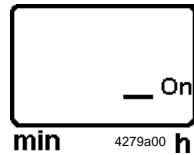
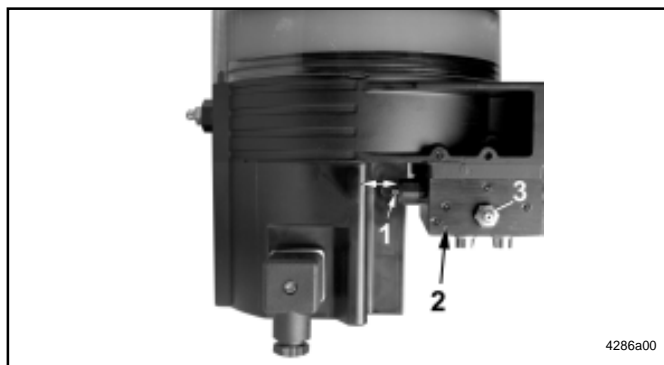

Fig. 20 – Segment vert, temps de disponibilité
Fig. 24 – QLS 321, observation du mouvement de la tige de contrôle
- S'il y a un blocage dans le système installé en aval, il peut être identifié au moyen de la tige de contrôle 1, Fig. 24. Si la tige de contrôle ne se déplace pas de gauche à droite pendant le temps de travail, il y a un défaut. La pompe du système QLS 321 refoule alors la graisse de manière non visible dans le réservoir par l'intermédiaire de la soupape de limitation de pression (Fig. 20).